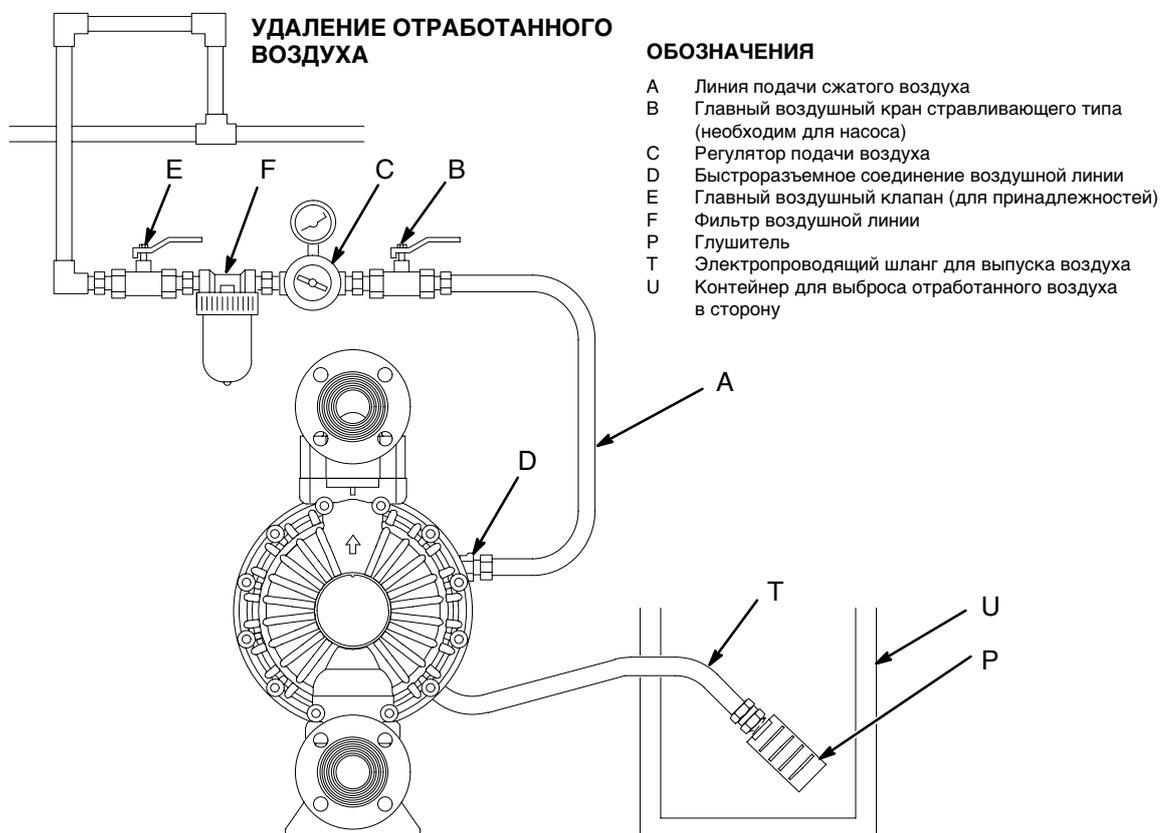

Рис. 6
Повреждение диафрагмы приведет к попаданию перекачиваемой жидкости в выходящий воздух. Установите подходящий контейнер в конце линии выхода воздуха для сбора жидкости. См. Рис. 6.
1. Снимите глушитель (P) с выпускного порта насоса для воздуха.
2. Установите электропроводящий шланг для выпуска воздуха (T) и подсоедините глушитель (P) к другому концу шланга. Минимальный внутренний диаметр для воздушного выпускного шланга составляет 3/4 дюйма (19 мм). Если требуется шланг длиной более чем 15 футов (4,57 м), то используйте шланг с большим диаметром. Избегайте изгибов под острым углом или перегибов шланга. См. Рис. 6.
3. Установите контейнер (U) на конце воздушной выпускной линии для сбора жидкости в случае разрыва диафрагмы.